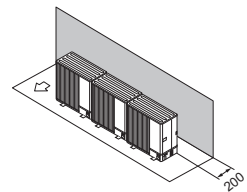

Fig. 2-15
- (1) Obstrucción o superficie cerrada solo en la parte posterior (Fig. 2-15)